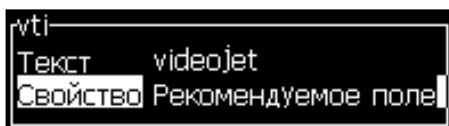

Рисунок 5-26: Атрибут - добавление изменяемого поля
- 4 Нажмите кнопку “Enter” (ввод) для открытия диалогового окна конфигурации текстовых пользовательских полей (Рисунок 5-26).